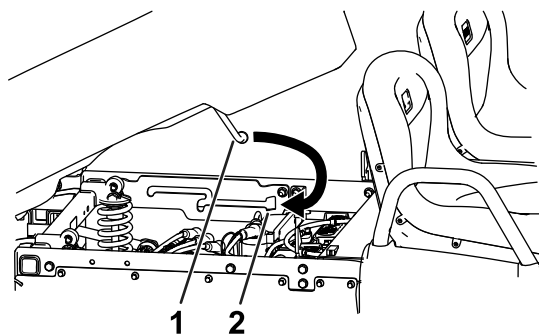

図 5
4. 支え棒の短い方の脚が左フレームのチャンネルのスロットまたは支え棒ブラケットのスロットのキー穴にそろうように、昇降装置の高さおよび位置を調整する 図 5。
5. 支え棒を前に倒し、短い方の脚をキー穴に入れる 図 5。